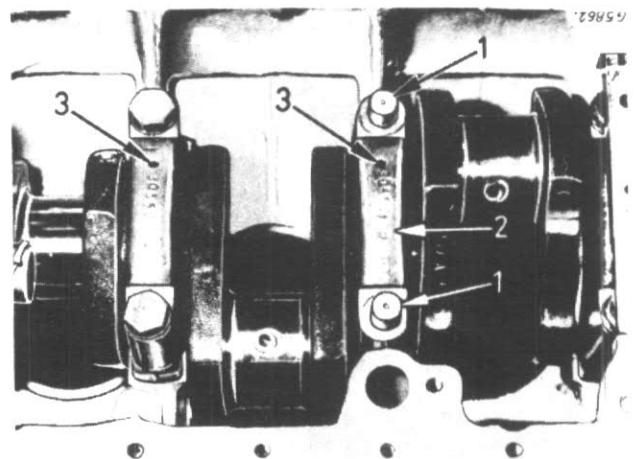

Figure 109
Les chapeaux de paliers (2) fig. 109 sont numérotés d'avant en arrière consécutivement. Veillez à bien installer les chapeaux de paliers dans leurs positions respectives correctes en orientant les cavités venues de fonderie (3) du côté de la pompe d'injection.
Chaque fois que vous installez les chapeaux des paliers de vilebrequin sans les douilles de centrage, utilisez les axes de centrage (1) fig. 109 pour faciliter le montage. Voir également fig. 110.